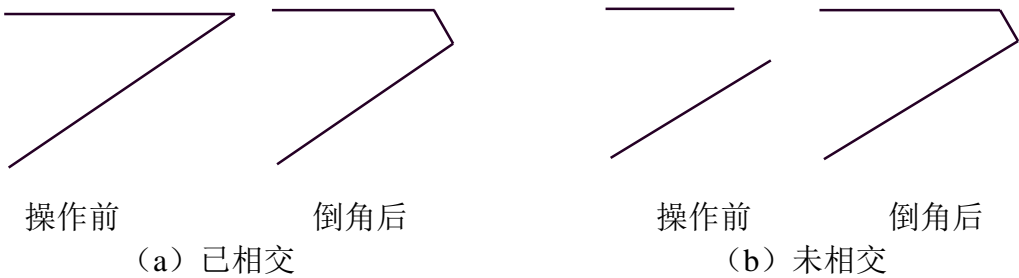

图 4-22 倒角过渡
- 4) 需倒角的两直线已相交 (即已有交点), 则拾取两直线后, 立即作出一个由给定长度、给定角度确定的倒角, 如图 4-22 (a)。
如果待作倒角过渡的两条直线没有相交 (即尚不存在交点), 则拾取完两条直线以后, 系统会自动计算出交点的位置, 并将直线延伸, 而后作出倒角。如图 4-22 (b)。